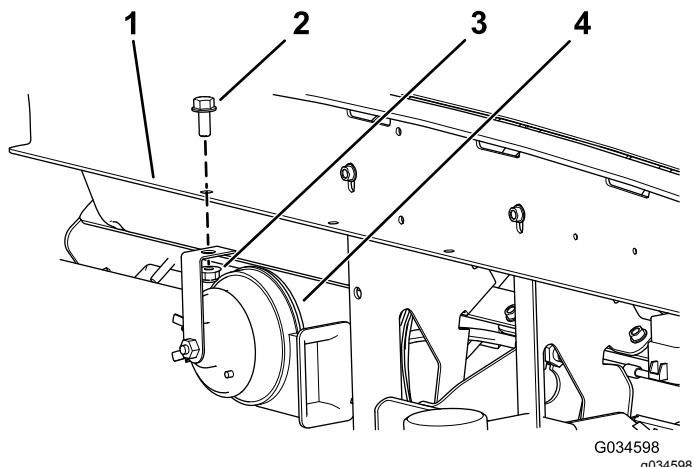

Рисунок 1
2. Установите звуковой сигнал на 12 В в сборе в отверстие кронштейна приборной панели при помощи винта с шестигранной головкой (5/16 x 3/4 дюйма) и фланцевой гайки (5/16 дюйма), как показано на Рисунок 1.